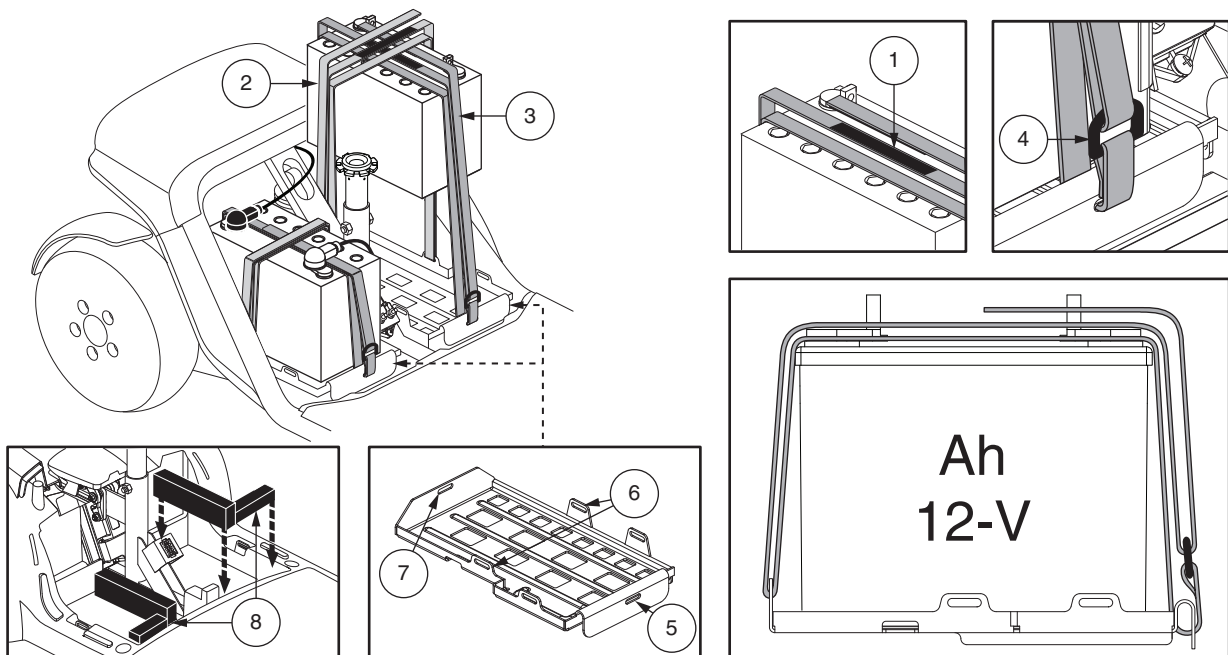

Figure 17. Sécurisation de la batterie pour les modèles 614 et 714
**NOTE:** Certains scooters ont des entretoises installées pour sécuriser les batteries. Vous pouvez retirer les entretoises et les garder en sûreté jusqu'à ce que les batteries soient remplacées dans le scooter. Voir la figure 17.